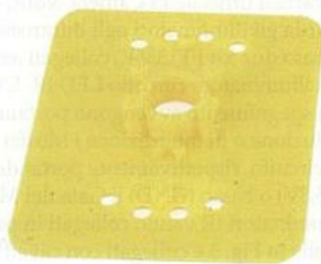

Fig. 5 - Contenitore stampato in 3D
3. Preparazione del contenitore, visibile nella Fig. 5. Nel nostro caso abbiamo realizzato il contenitore con un processo di stampa 3D;